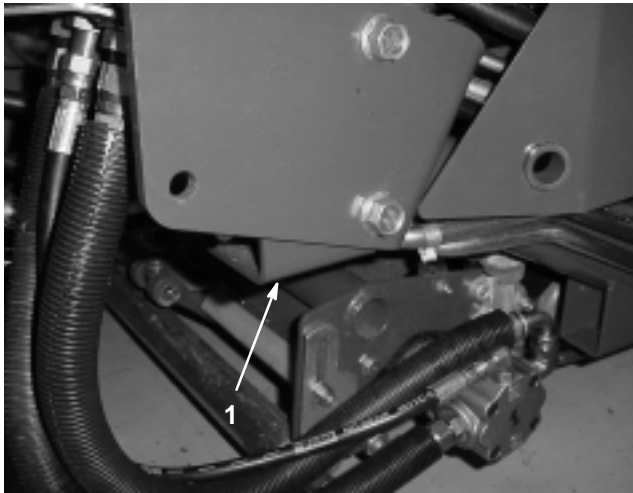

Bild 40
- Rechts: Unter der ROPS (Überrollschutz)-Stützhalterung (Bild 40)